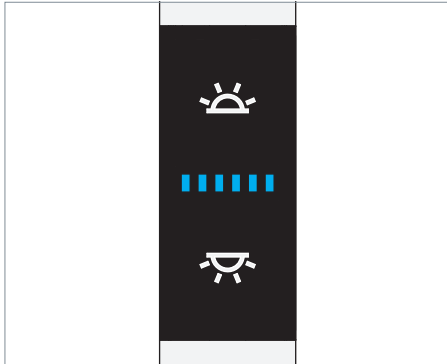

Fig. 9: Élément de commande.
- ▶ Appuyez sur la touche supérieure, voir Fig. 9.
- ▶ Appuyez sur la touche inférieure, voir Fig. 9.
- ▶ Appuyez sur la touche supérieure et tenez-la appuyée, voir Fig. 9.
- ▶ Appuyez sur la touche inférieure et tenez-la appuyée, voir Fig. 9.